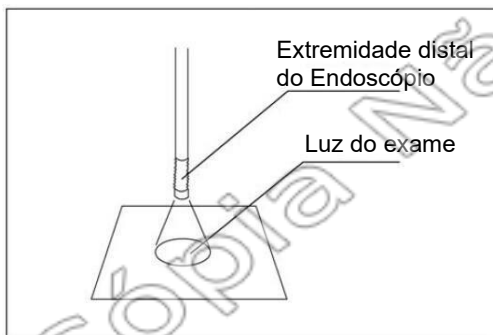

Fig. 3.5
2. Confirme se a luz do Exame é emitida a partir da extremidade distal do Endoscópio. (Fig. 3.5)